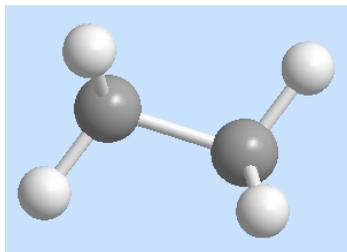

Рис. 5. Модель молекулы этана
Появится модель молекулы этана (рис. 5).
4. Отпустите кнопку мыши тогда, когда модель будет ориентирована примерно как на рис. 5.